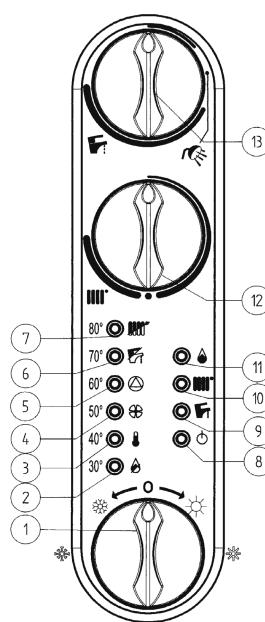

Рис.1
- 3) поставить переключатель режимов «лето-зима» (рис. 1, позиция 1) в нужный режим: ☀ - лето, ⛄ - зима;
- 4) установить регуляторы температуры воды контура отопления (рис. 1, позиция 12) и контура ГВС (рис. 1, позиция 13) на выбранные значения. Для увеличения температуры повернуть регулятор по часовой стрелке, для уменьшения – против часовой стрелки.
Для регулировки температуры в комнате, можно использовать комнатный термостат. Если комнатный термостат не установлен, температуру в комнате можно регулировать ручкой регулирования температуры воды в системе отопления (позиция 12, рис.1). Чтобы увеличить температуру, поверните ручку по часовой стрелке, а чтобы уменьшить – против часовой стрелки. Электронная модуляция обеспечивает нагрев воды до установленной температуры, изменяя подачу газа к горелке в зависимости от реальной потребности в теплообмене.
Газовый клапан снабжен устройством электронной модуляции пламени, которое срабатывает по сигналу регулятора температуры воды в контуре ГВС (рис. 1, поз. 13).